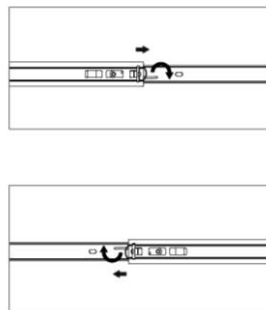

fig. 1
3. Poussez vers le haut le levier de dégagement de la glissière de tiroir droite (n° 9) tout en tirant vers le bas l'autre levier de dégagement (fig. 1).